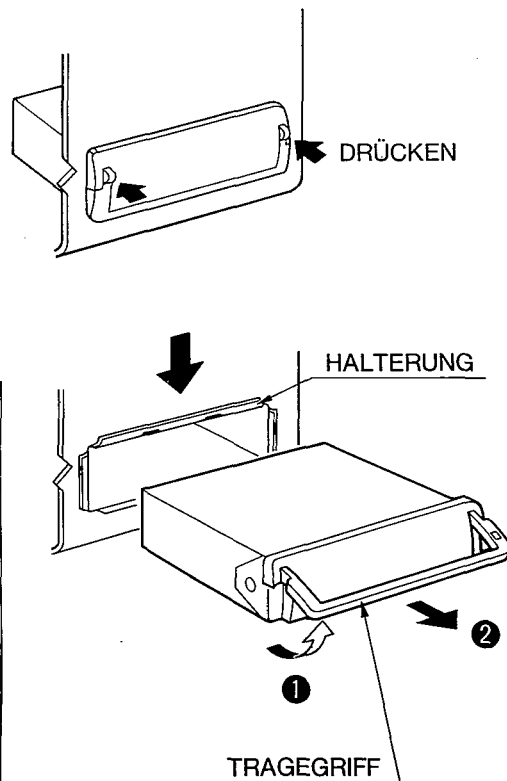

Abb. 1
2. Den Tragegriff nach oben klappen. (Abb. 1, ①)
3. Das Gerät am Tragegriff aus seiner Halterung ziehen (Abb. 1, ②)